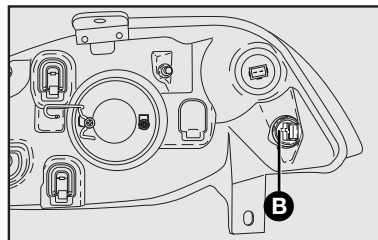

fig. 39
- 1) Retirar o porta-lâmpada **B-fig. 39** girando-o no sentido anti-horário;